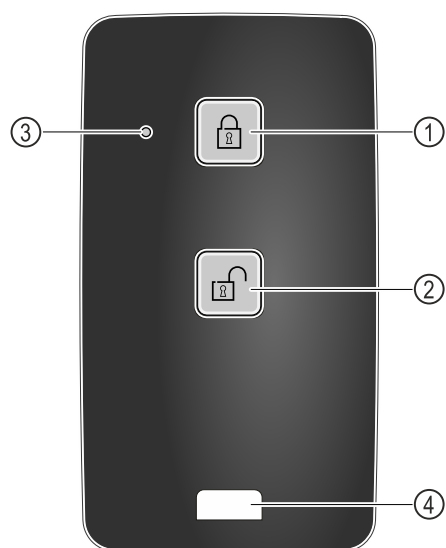

Fig. 219
- (1) Lås låset
- (2) Lås upp låset
- (3) Status-LED
- (4) Fästögla
- Tryck på knappen Fig. 219 (1) på fjärrkontrollen.
- Tryck på knappen Fig. 219 (2) på fjärrkontrollen.
- Status-LED:n Fig. 219 (3) blinkar för att bekräfta att knappen tryckts in.
- Ögla Fig. 219 (4) för att sätta fast fjärrkontrollen, t.ex. på en nyckelknippa.